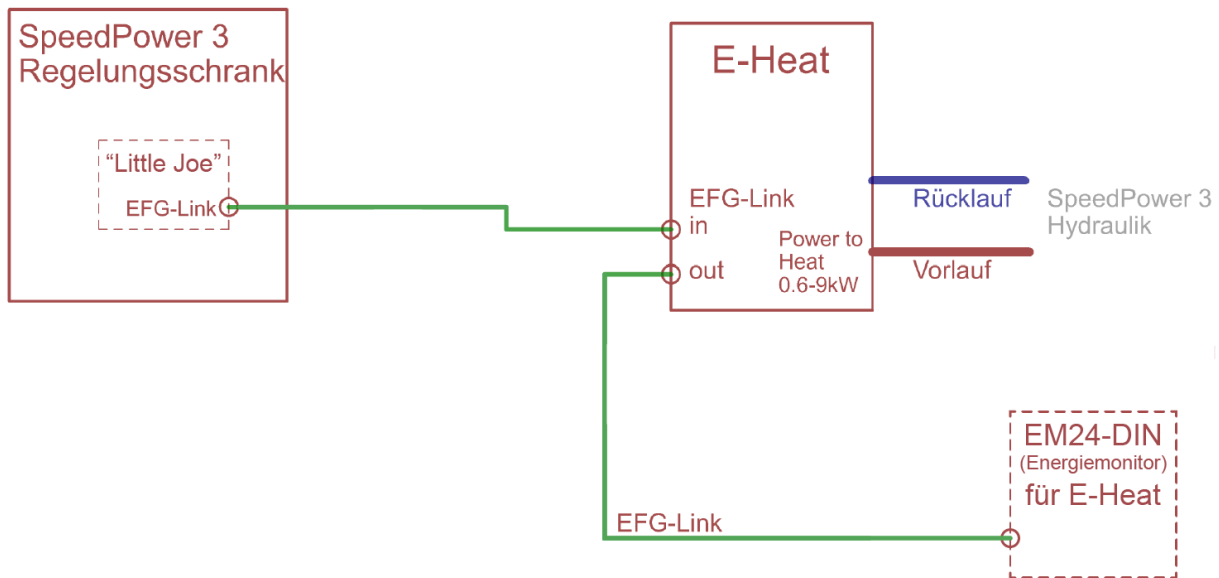

Abb. 15: Anschluss-Schema EFG-Link-Anschluss an den E-Heat mit EM24-DIN
Bei Montage und Anschluss muss der EM24-DIN spannungsfrei sein. Der EM24-DIN muss mit der EFG-Link „Out“ Buchse des E-Heat verbunden werden (Abb. 15). Die „In“ Buchse wie in Kapitel 3.3 beschrieben, mit dem LittleJoe verbinden. Nach erfolgreicher Montage des EM24-DIN muss die Schutzblende angebracht, und ggf. verplombt werden.
1. Zur Konfiguration des Energie Monitor EM24-DIN wird der LittleJoe ausgeschaltet. Dazu ziehen Sie den CAN-PWR Stecker des LittleJoe ab (Abb. 9). Stellen Sie den Betriebsartenwahlschalter (Abb. 15) des EM24-DIN auf Position 1 oder 2 (Abb. 19).